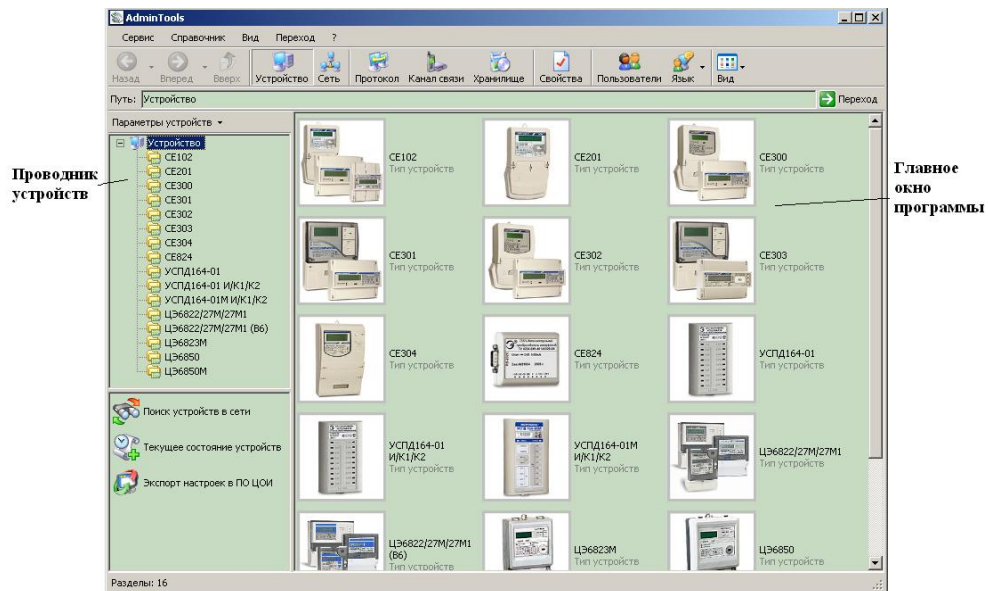

Рисунок 4.1 – Вид окна программы для выбора типа счётчика
- 4.1** Нажмите кнопку «Устройства» на панели инструментов. Выберите тип устройства «CE901» в проводнике устройств находящемся в левом верхнем углу одним нажатием левой кнопки мыши или в главном окне программы двойным нажатием кнопки мыши (рисунок 4.1).